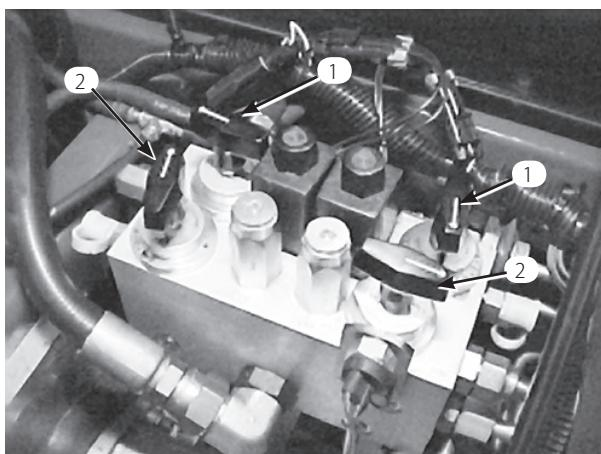

図72
- リール速度セレクタとバックラップ・ノブを探し出す(図72)。バックラップ・ノブをバックラップ位置にセッ